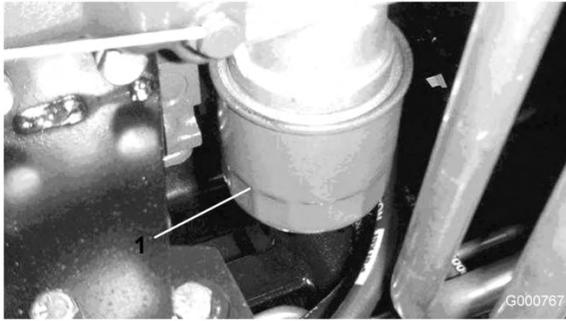

Bild 57
- Entfernen Sie den Ölfilter (Bild 57). Ölen Sie die neue Dichtung am Ölfilter leicht mit frischem Öl